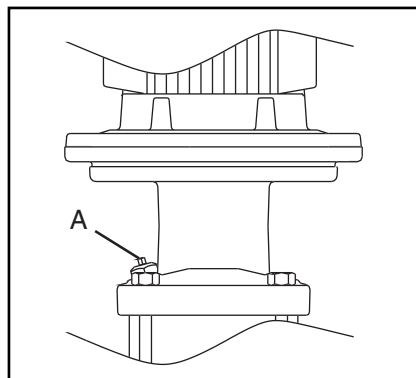

Fig. 10
3. Den Entleerungsstopfen los-schrauben (A, Abb. 10) und 1-2 Mal drehen, bis Wasser und Luft austreten.